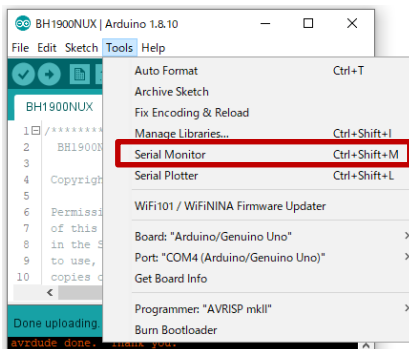

Figure 5. Tools 設定
4. [Tools] -> [Serial Monitor] を起動 (Figure 5)